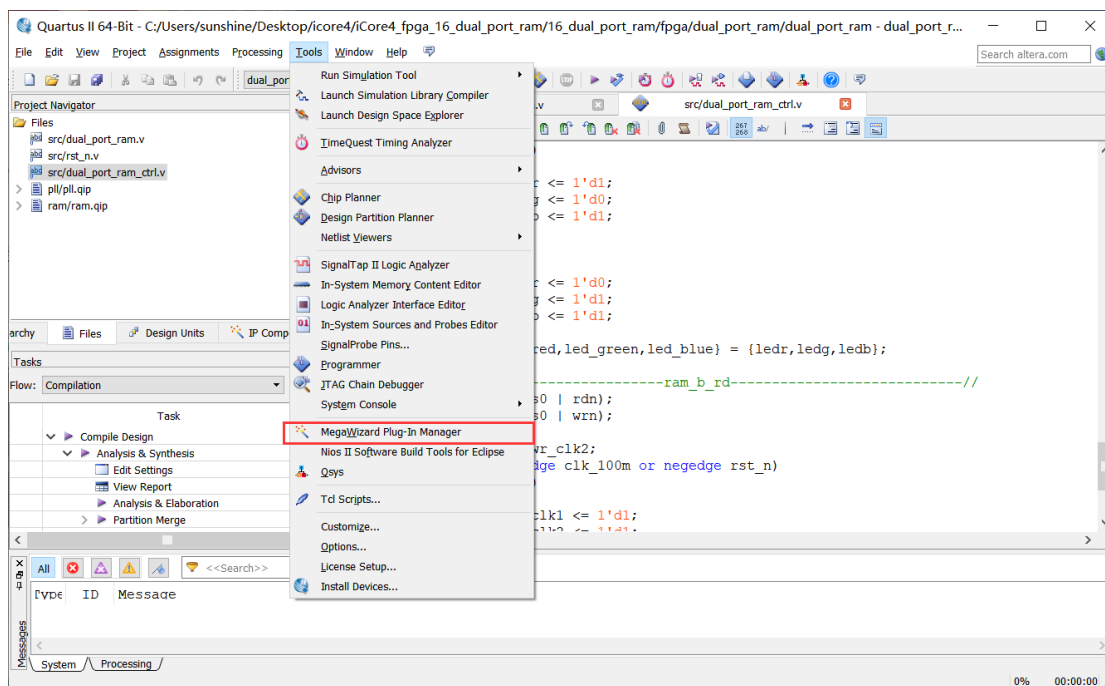

图 16-3
1、打开 Tool -> Megawizard Plug-In Manager, 如图 16-3 所示。